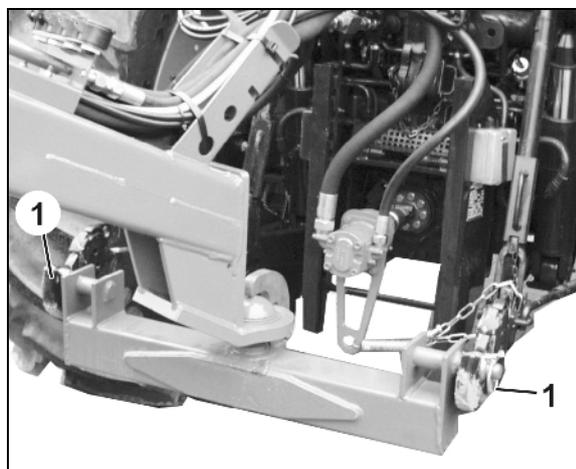

Fig. 88
2. Unterlenkerbolzen jeweils mit dem Klappstecker gegen unbeabsichtigtes lösen sichern (Fig. 88/1).